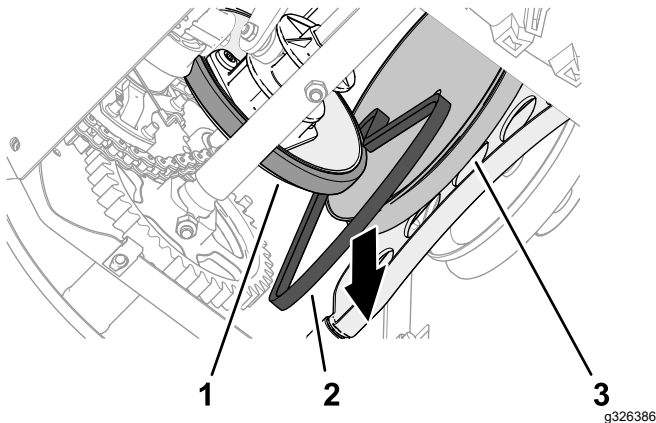

Bild 48
- Ziehen Sie den Treibriemen zwischen Reibrad und der Riemenscheibe für den Fahrtrieb ab und nehmen Sie den Riemen aus der Maschine (**Bild 48**).